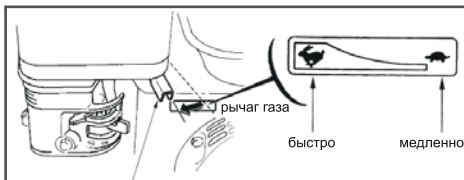

Рис.32
- Переведите рычаг газа (Рис. 32) на 1/3 хода в сторону положения максимальных оборотов двигателя (обозначение зайца на наклейке - максимальные обороты, черепахи - холостые обороты).
1. Откройте топливный кран, переместив рычаг топливного крана в рабочее положение (ON).
3. Переведите рычаг газа (Рис. 32) на 1/3 хода в сторону положения максимальных оборотов двигателя (обозначение зайца на наклейке максимальные обороты, черепахи холостые обороты).